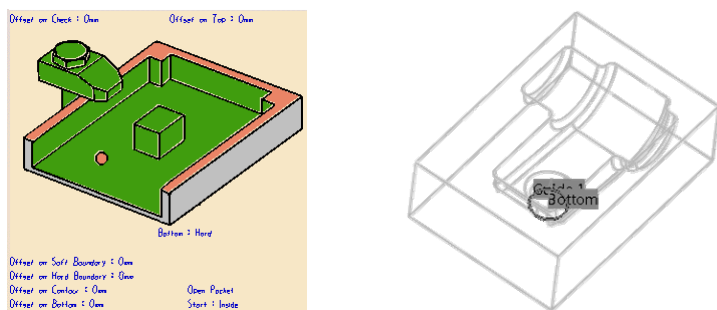

图 3-183 定义加工区域（12）
- 定义加工区域（12）。单击“Pocketing.1”对话框中的，切换到几何参数选项卡，单击对话框中的底面感应区，选择腔槽底面作为加工对象，如图 3-183 所示，在空白处双击鼠标左键返回。